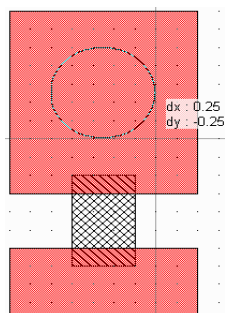

Рис. 6.111
19. Создайте межслойную перемычку для заземления резистора. В окне менеджера топологии в поле **Material** введите **Copper1** и отметьте **Via**. Щёлкните по значку **Ellipse** на панели инструментов. Переместите курсор в окно электромагнитной структуры на 0.1 мм правее и ниже верхнего левого угла, нажмите левую кнопку мышки и двигайте мышку по диагонали вправо и вниз пока смещения координат будут равны **dx:0.25** и **dy:-0.25**, как показано на рис. 6.111. Установив курсор на созданную перемычку и, двигая мышкой с нажатой левой кнопкой, можно поправить положение перемычки.